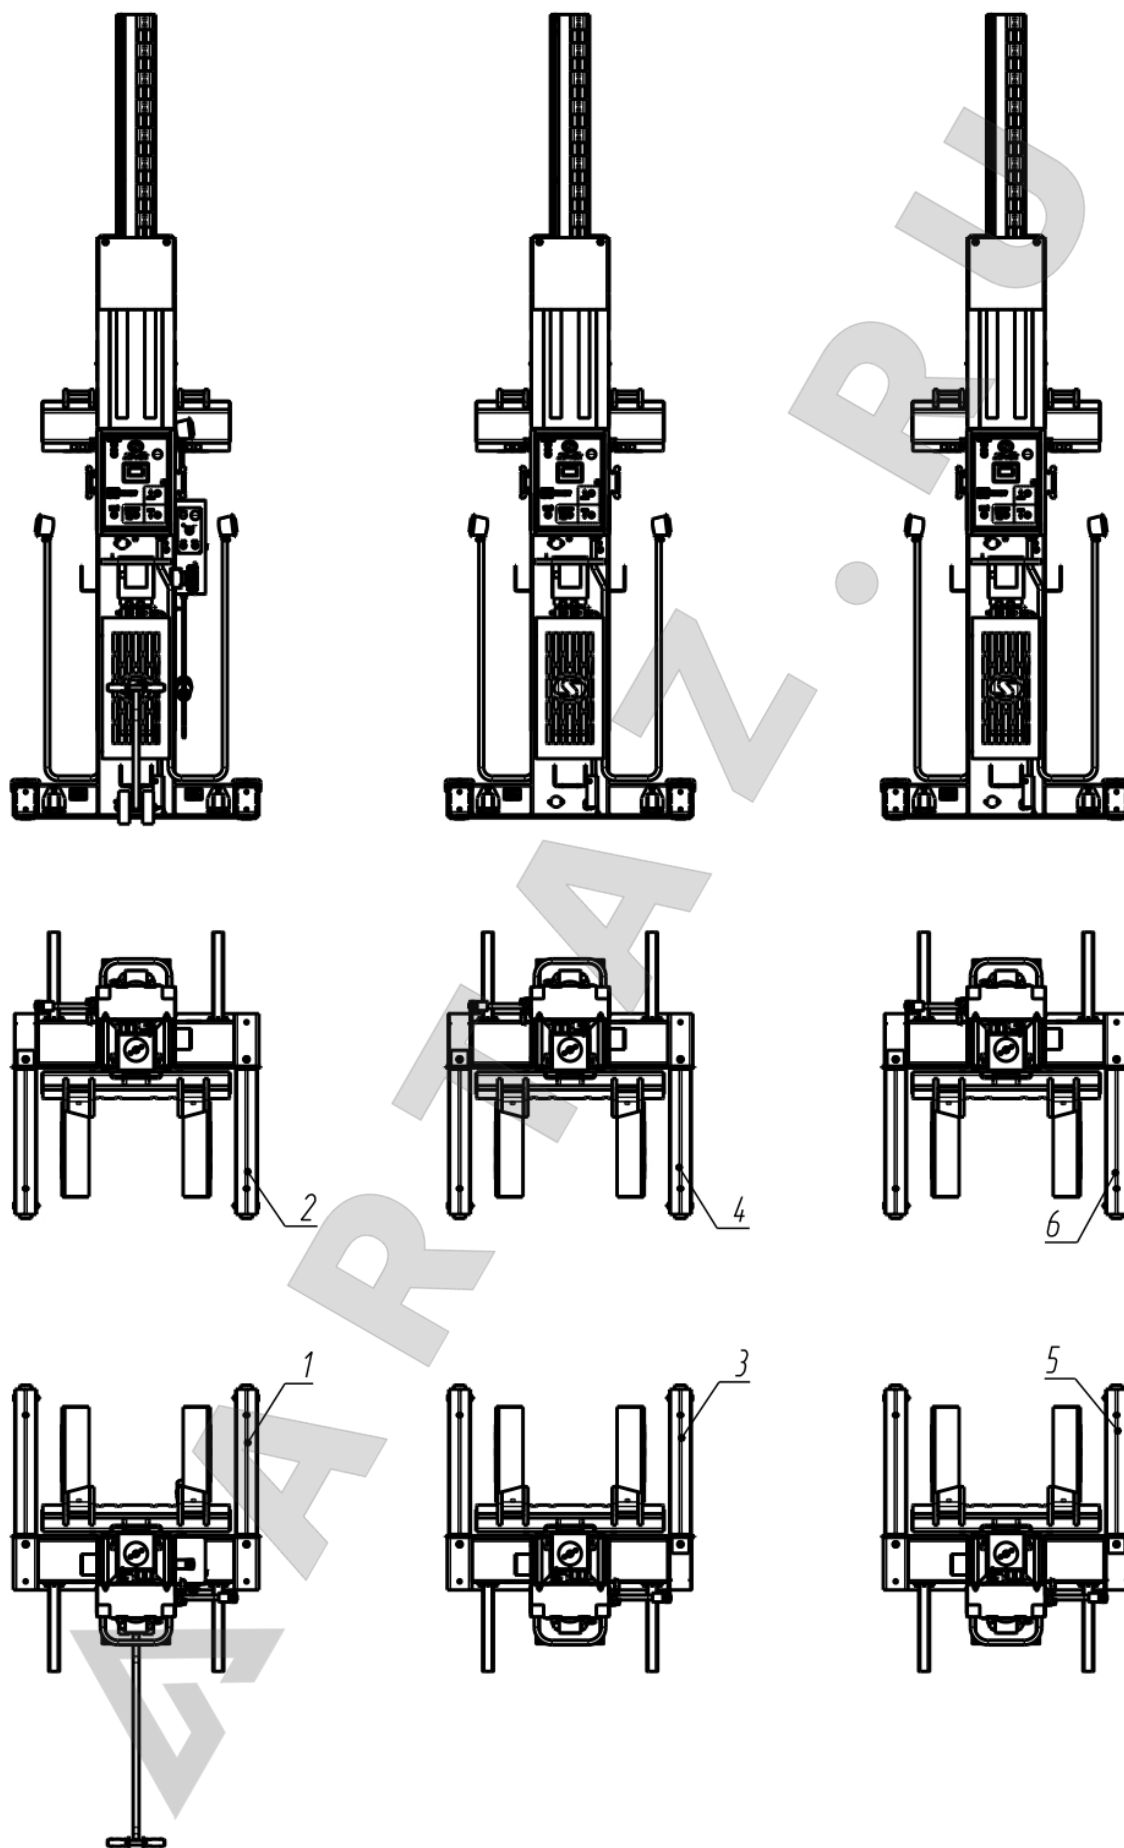

Рисунок 4.2 - Общий вид подъемника ПГП-36000/6
4.1 Подъемник состоит из: модель ПГП-24000/4 (рисунок 4.1) – четырех стоек – главной №1 и второстепенных №№ 2, 3, 4; модель ПГП-36000/6 (рисунок 4.2) – шести стоек - главной №1 и второстепенных №№ 2, 3, 4, 5, 6. Подъемник модели ПГП-24000/4 возможно переоборудовать в подъемник модели ПГП-36000/6 при дополнительном приобретении стоек (от модели ПГП-36000/6) №5 и №6.